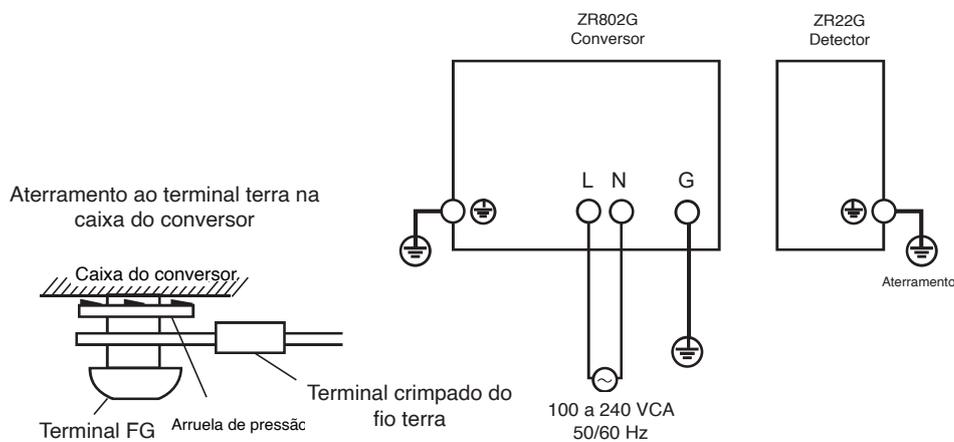

Figura 5.6 Fiação de energia e aterramento
- (1) Mantenha a resistência de aterramento de 100 Ω ou menos (estilo JIS D (Classe 3)).
- (2) Quando a temperatura ambiente da instalação da fiação for de 75 a 150 °C para a fiação do detector, use material de fiação com resistência ao calor suficiente.
- (3) Ao conectar a fiação de aterramento ao terminal de aterramento da caixa do conversor, certifique-se de que a arruela de pressão esteja em contato com a superfície da caixa (consulte a Figura 5.6.).